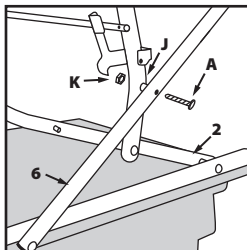

Abb. 11
- Bewegen Sie Bauteil **3** und **6** damit die Bolzenlöcher ausgerichtet sind. **(Abb. 11)**.